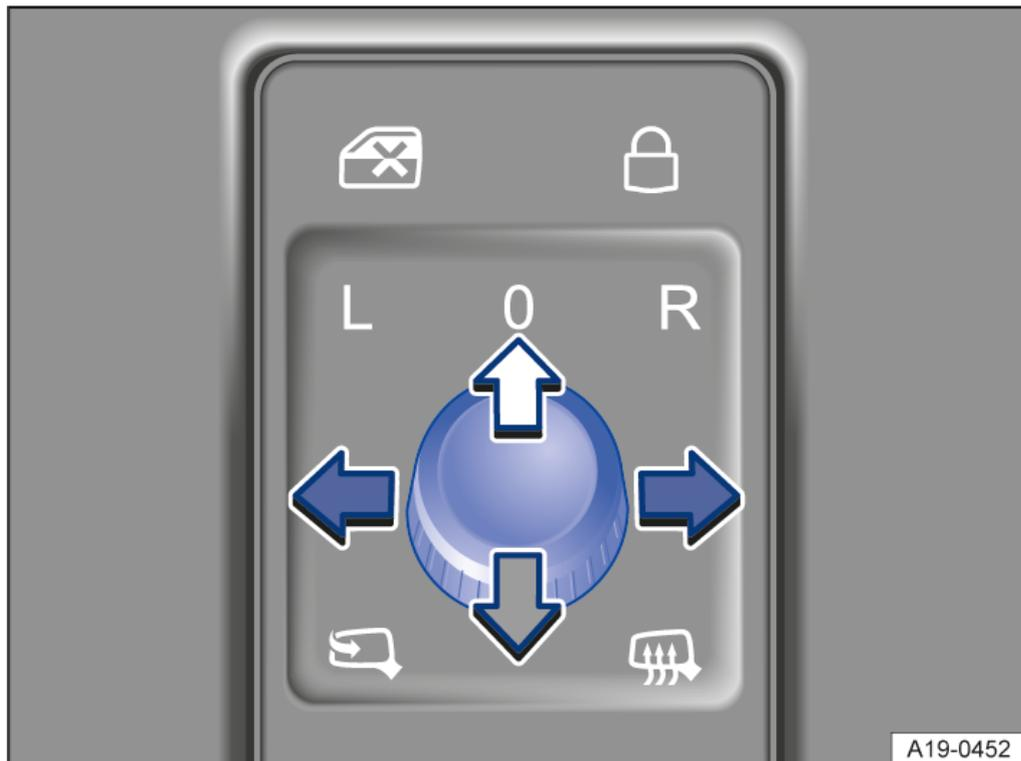

Abb. 1 In der Fahrertür: Drehknopf für die Außenspiegel.
- Drehen Sie den Drehknopf in der Fahrertür, bis das gewünschte Symbol aufleuchtet → Abb. 1.